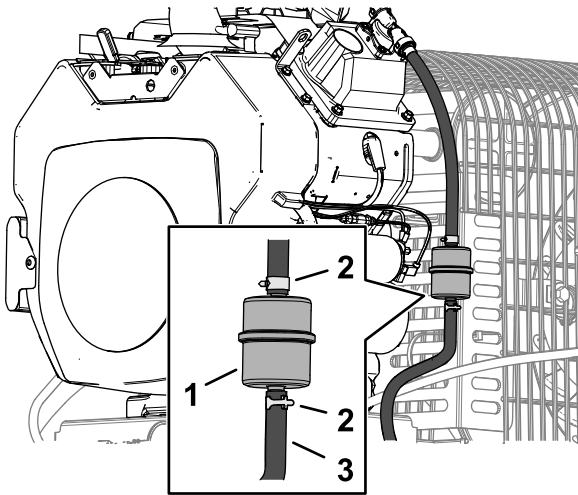

Bild 40
3. Drücken Sie die Enden der Schlauchklemmen zusammen und schieben Sie sie vom Filter weg (Bild 40).
5. Setzen Sie einen neuen Filter ein und schieben Sie die Schlauchklemmen an den Filter heran (Bild 40).
3. Lockern Sie die Schlauchklemme am Kraftstofffilter und schieben Sie sie an der Kraftstoffleitung weg vom Kraftstofffilter (Bild 40).
4. Schließen Sie die Kraftstoffleitung vom Kraftstofffilter ab (Bild 40).
Hinweis: Lassen Sie den Kraftstoff in einen Kraftstoffkanister oder eine Auffangwanne ablaufen (Bild 40).
5. Bringen Sie die Kraftstoffleitung am -filter an. Schieben Sie die Schlauchklemme ganz an den Kraftstofffilter heran, um die Kraftstoffleitung zu befestigen (Bild 40).